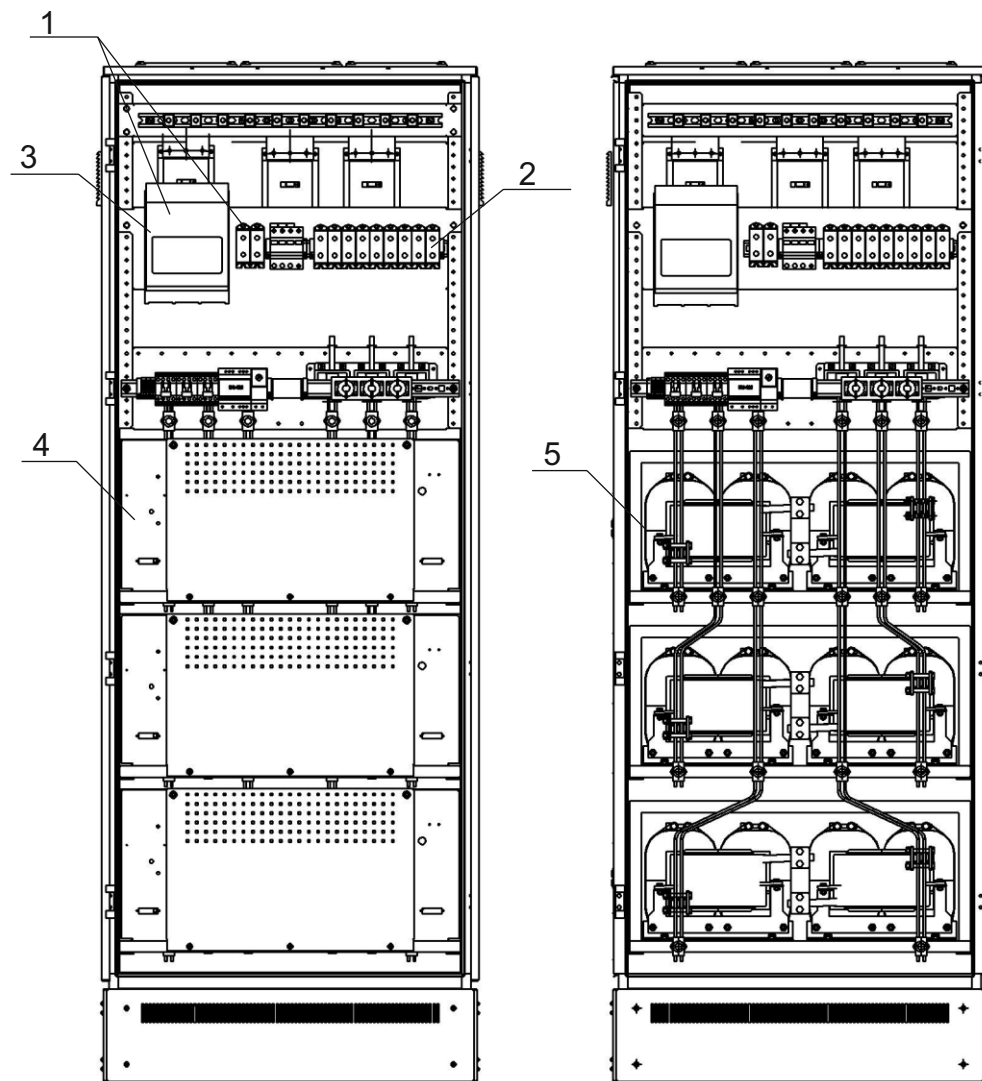
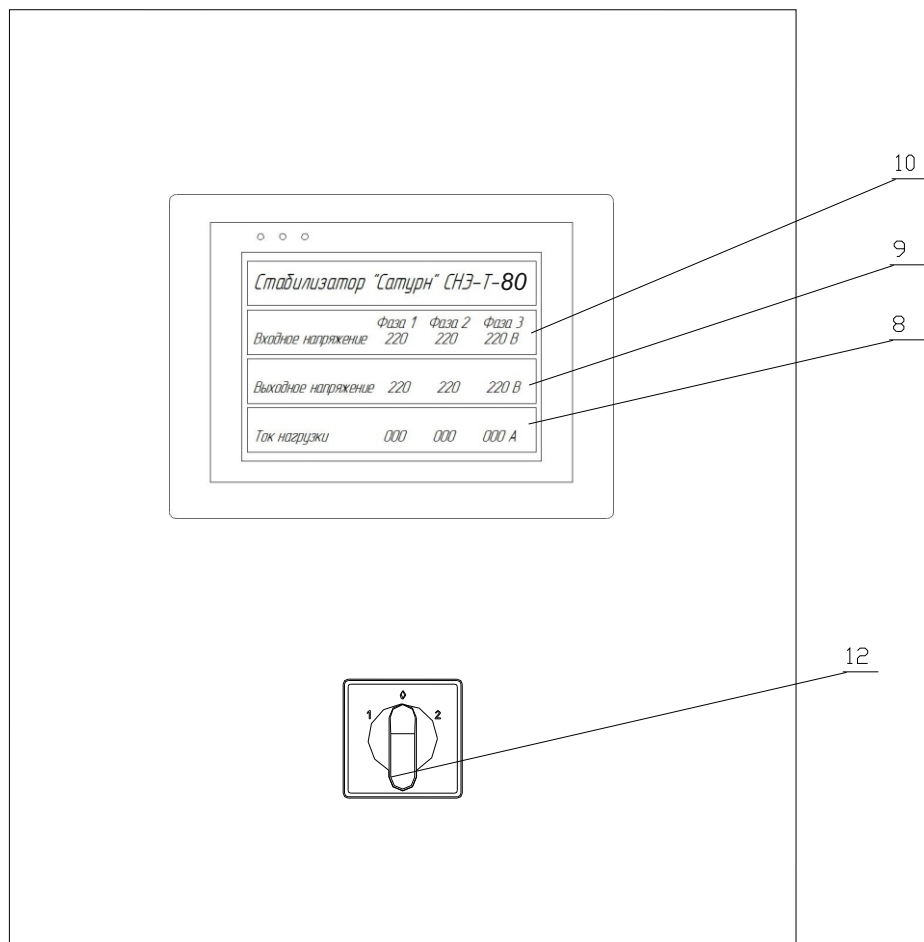
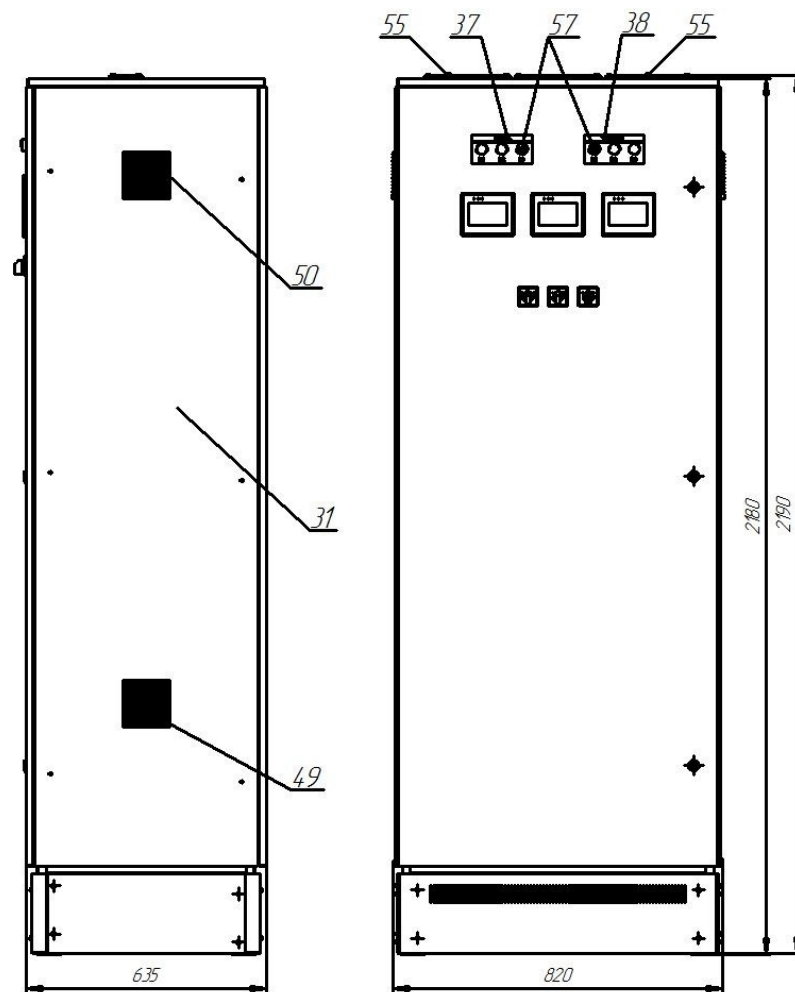

Рис.3. Внешний вид стабилизатора (без дверей).
Рис.2. Панель управления. Примерный вид индикаторной панели в режиме работы «ЧЕРЕЗ СТАБИЛИЗАТОР».
Рис.1. Внешний вид стабилизатора.
Изделие выполнено в виде шкафа (см. рис.1, рис.2, рис.3; Приложение 1).
- три индикаторных лампы наличия входного напряжения «СЕТЬ L1, L2, L3» (рис.1 поз.57,37);
- три индикаторных лампы наличия выходного напряжения «НАГРУЗКА L1, L2, L3» (рис.1 поз.57,38).
- три переключателя режимов работы стабилизатора «ЧЕРЕЗ СТАБИЛИЗАТОР» - «ВЫКЛ» - «ПРЯМОЕ ВКЛЮЧЕНИЕ» (рис.2 поз.12);
- клеммы для подключения входного (рис.3 поз.1) и
выходного (рис.3 поз.2) кабелей;
- рубильник с плавкими предохранителями (рис.3 поз.1);
- три съемных блока ЛАТРов (рис.3 поз.4).
- вентилятор со степенью защиты IP54 (рис.1 поз.49).
- фильтр со степенью защиты IP54 (рис.1 поз.50).
- фланцы для ввода-вывода силовых кабелей (рис.1 поз.55).
Произвести подключение входных и выходных проводов в шкафу (рис.1) сечением, не менее указанного в таблице п/п1.2.15, согласно маркировке:
- на мониторе появляется надпись «ВКЛЮЧЕНИЕ», а после подключения нагрузки высветятся показания входного и выходного напряжения и показания тока по каждой фазе L1, L2, L3 (см. рис.2);